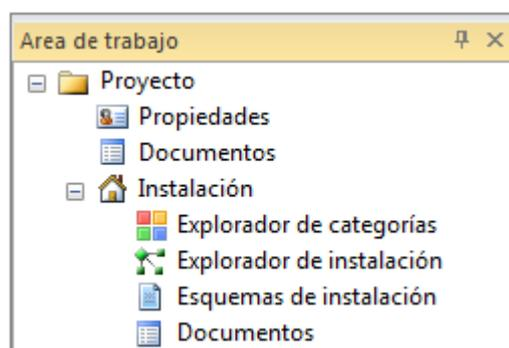

Fig. 1.
- Haga clic en la sección **Propiedades** (Fig. 1).